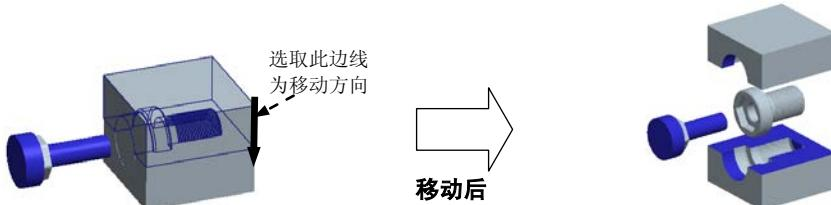

图 24.13 移动上、下模
Step3. 开模步骤 2: 移动上模。参考 Step2, 在模型中选取上模, 选取图 24.13 所示的边线为移动方向, 输入要移动的距离值 **-30**。
Step4. 开模步骤 3: 移动下模。输入要移动的距离值 **30**。结果如图 24.13 所示。在“模